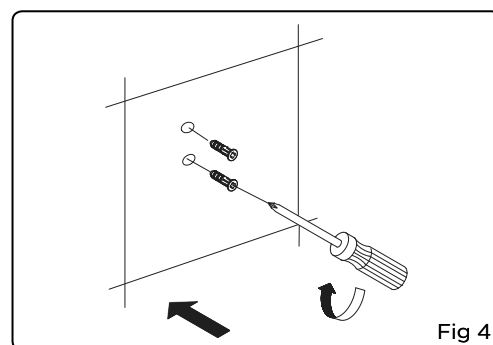

Fig 4
4. Insert the plastic wall anchors into the four holes. You may need to tap them lightly into position with a hammer (Fig 4).
4. Insérer les manchons en plastique dans les quatre trous. Il faudra peut-être frapper légèrement sur les manchons à l'aide d'un marteau pour les insérer en place (fig. 4).
4. Inserte los sujetadores plásticos en los orificios. Martillelos suavemente si fuera necesario (fig. 4).